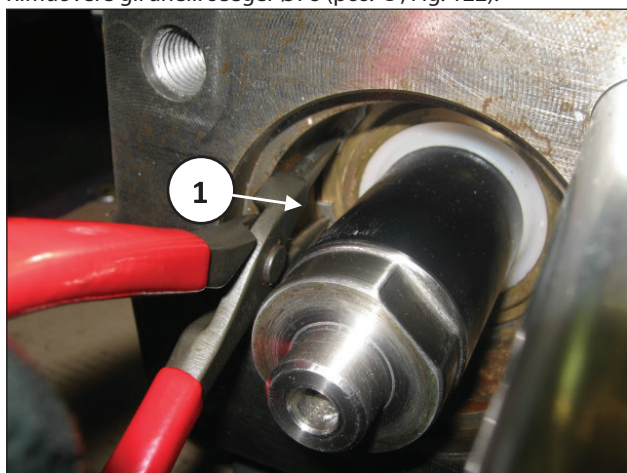

Fig. 122
Rimuovere gli anelli seeger Ø78 (pos. ①, Fig. 122).